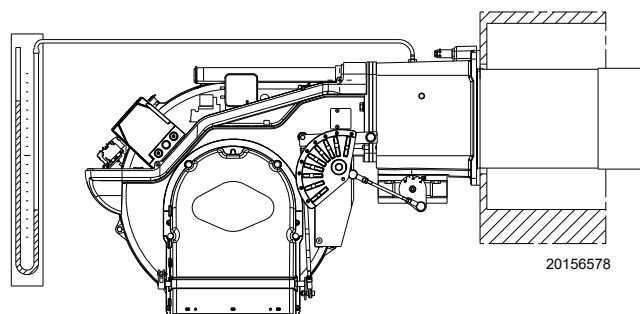

Fig. 30
- Instalar un manómetro de tubo en "U" (Fig. 30) en la toma de presión del gas del manguito. Se utiliza para obtener aproximadamente la potencia MÁX del quemador mediante la Tab. J.
La llegada de gas al manguito puede observarse en el manómetro en U (Fig. 30). Una vez efectuado el encendido, se procederá a la regulación completa del quemador.
Orientativamente, puede obtenerse consultando la Tab. J, en pág. 21, basta con leer la presión del gas en el manómetro en "U", ver Fig. 30, en pág. 25, y seguir las indicaciones.